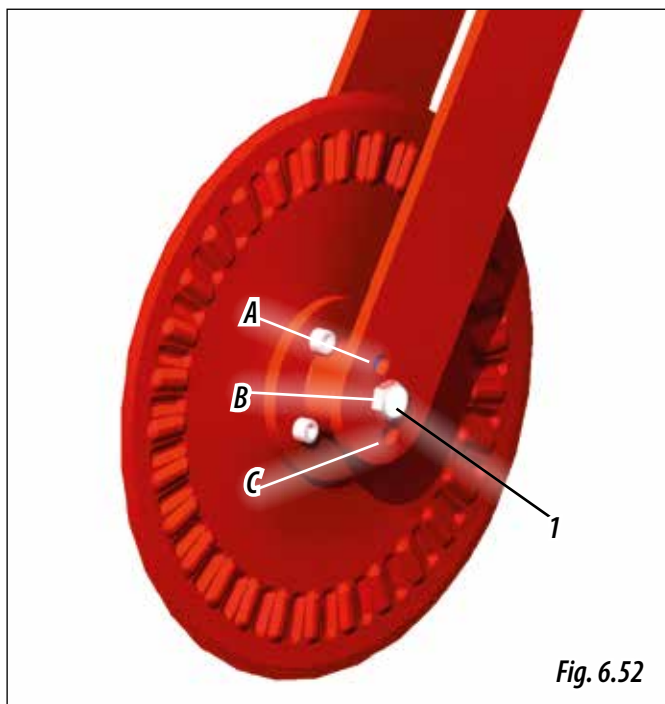

Fig. 6.52
- 1- Scoateți piulița (1, Fig. 6.52), țineți discul cu o mână și cu cealaltă mână scoateți șurubul.